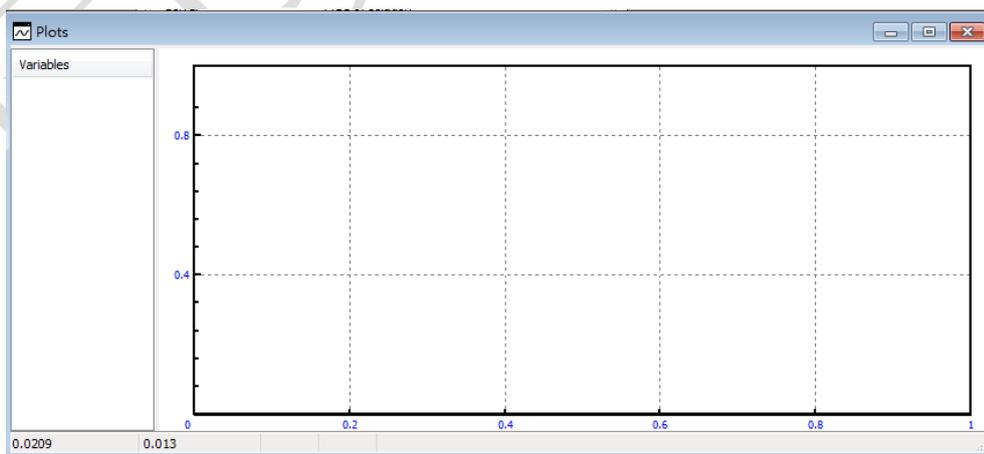

图 2-68
- 10) 选择主菜单 **Tools** → **Graphical window...** 打开一个绘图窗口（或点击工具栏按钮 ），用鼠标调整其大小和位置，如图 2-68。